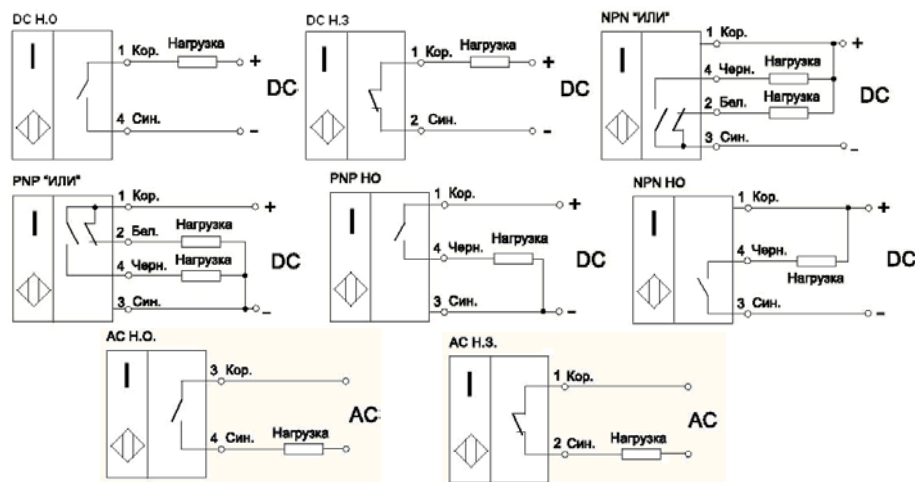

Рис.2. Варианты схем подключения выключателей
3.6 Выключатели включаются в электрическую цепь по 2-х, 3-х или 4-х проводной схеме (Рис. 2). Соответствие выводов и схема подключения маркированы на корпусе каждого выключателя.